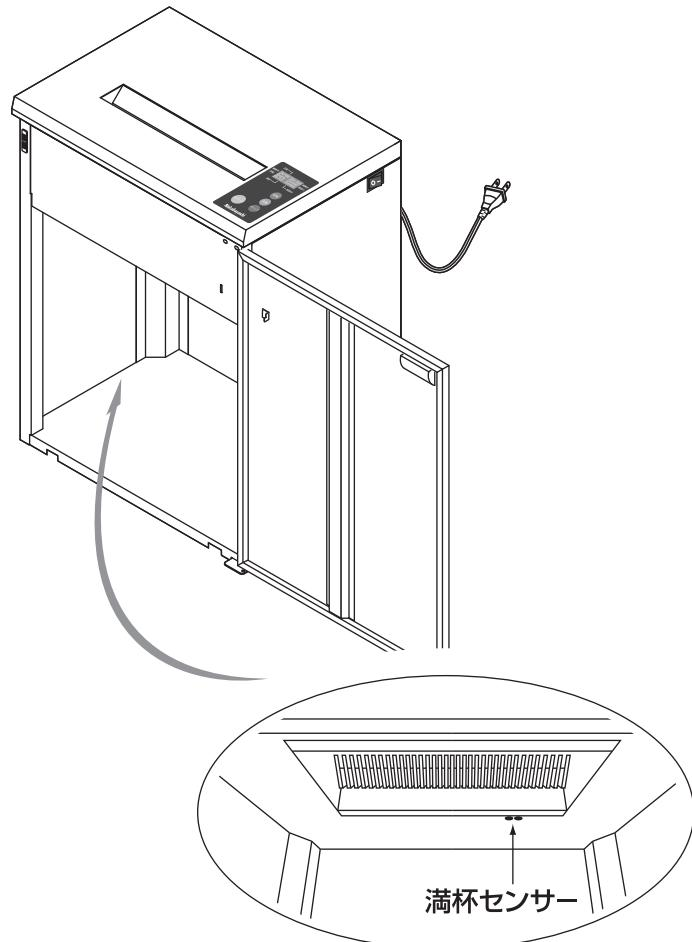

図7 満杯センサーの掃除
- 1.電源スイッチ①の手前を押して電源を切り、電源コード⑤の電源プラグを抜いてください。
- 2.満杯センサーに付着した紙粉や細かい細断屑を柔らかいハケ等で取り除いてください。 図7 参照